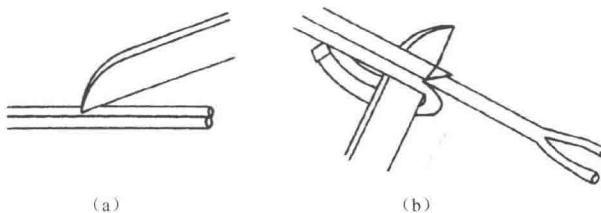

图 1-7 多芯护套线剖削方法
2) 剥削双芯或三芯护套线塑料绝缘层方法如图 1-7 所示。
①如图 1-7 (a) 所示, 根据所需长度用电工刀刀尖对准芯线缝隙划开护套层。②向后翻护套层, 用刀齐根切去, 如图 1-7 (b) 所示。